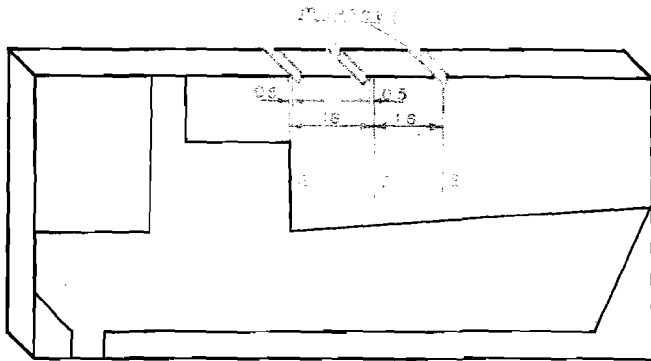
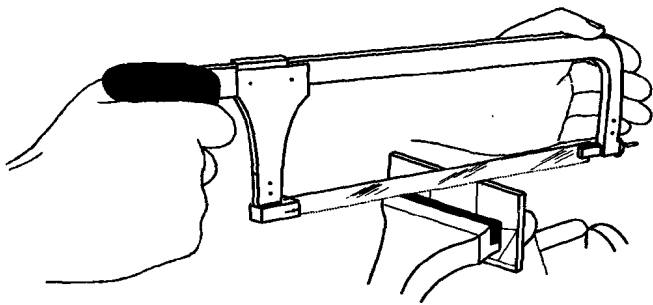

Fig. 7-4
Fig. 7-5
2.2. Trazado.—Trazar *E, F, G* a las cotas de la fig. 7.4. para iniciarse en el serrado.
2.3. Amarre e iniciación.—Amarrar la pieza con los trazos *E, F, G* perpendiculares a las mordazas y realizar con la lima triangular pequeñas muescas en centro, derecha e izquierda de dichos trazos (fig. 7.4) para facilitar la iniciación del corte.
3.1. Situación.—Situarse ante el tornillo de forma similar al limado, agarrar el mango con una mano y colocar la otra sobre el extremo y colocar la otra sobre el extremo anterior del arco (fig. 7.5). Situar la sierra en la muesca *E* de la (fig. 7.4.)